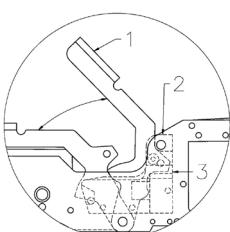

图2
2. 装填及点火(图2)
在常规清洁中不需要拆卸手枪。当枪膛处于开启(“装弹”)位置时,可以通过使用提供的清洁棒,从握把上的开口穿过枪膛闭锁块上开口对应的位置(图2(3)),以清洁膛室和枪管。为了避免污垢或灰尘渗入扳机组件和机械装置中,建议在使用气体清洁器之前,手枪旋转180度,握把底盖面朝上。